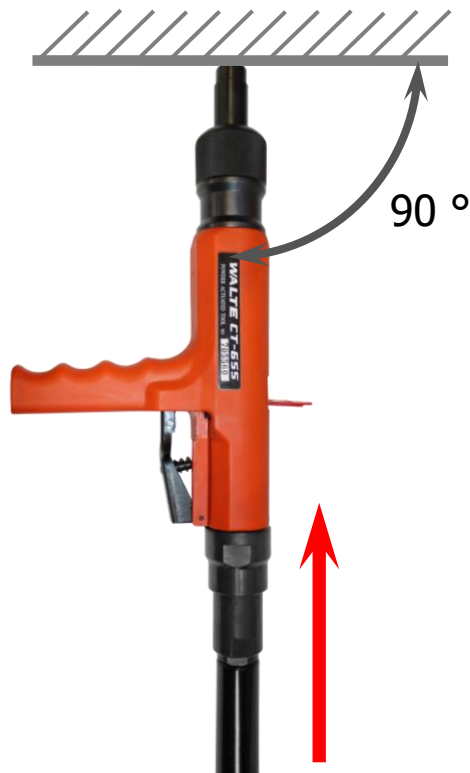

Рис. 7
7. Держа пистолет обеими руками за удлинитель, прислоните его к поверхности основания. Убедитесь, что вы держите инструмент перпендикулярно к основанию (Рисунок 7). Для того чтобы сработал спусковой механизм, с усилием прижмите пистолет к основанию. Произойдет выстрел с шумовым эффектом и отдачей. Крепление установлено.